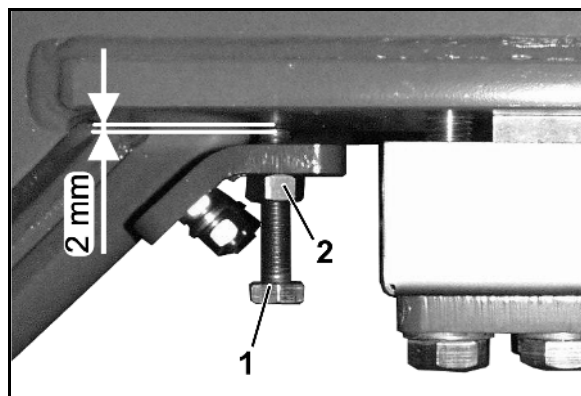

Fig. 54
Den nødvendige afstand mellem begrænsningsskruerne (Fig. 54/1) og vejerammen udgør 2 mm.
1. Løsn kontramøtrikken (Fig. 54/2)